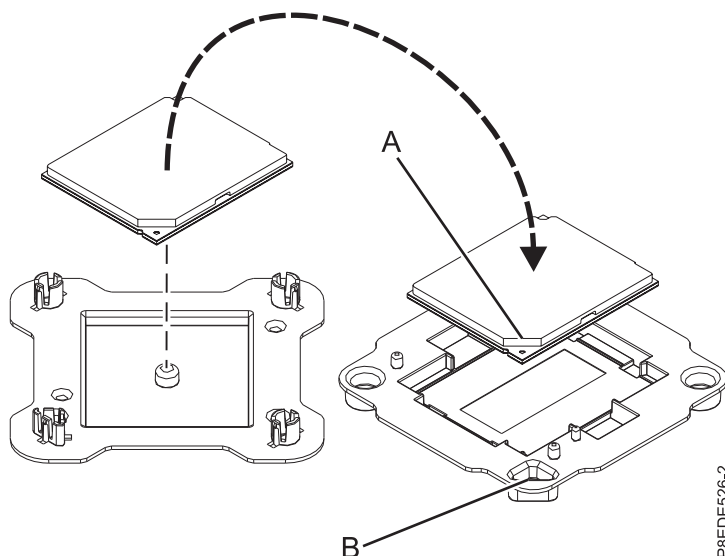

図 19. パッケージへのシステム・プロセッサ・モジュールの取り付け
10. 再取り付けしたシステム・プロセッサ・モジュールの端を軽くつかみ、持ち上げてパッケージ・カバーから外します。モジュールの斜めになった隅 (A) をパッケージ隅の三角 (B) と位置合わせして、パッケージ内に配置します (図 19 を参照)。パッケージ・カバーを閉じます。